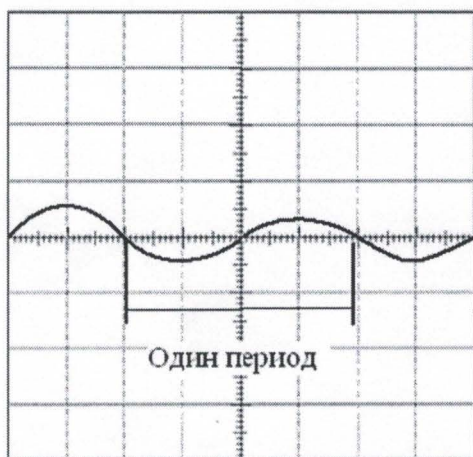

Рис. 6. Измерение периода сигнала.
3. Подсчитайте количество делений между нулевыми значениями сигнала (как показано на рис.6). Используйте кнопки горизонтального сдвига для перемещения осциллограммы сигнала при необходимости.